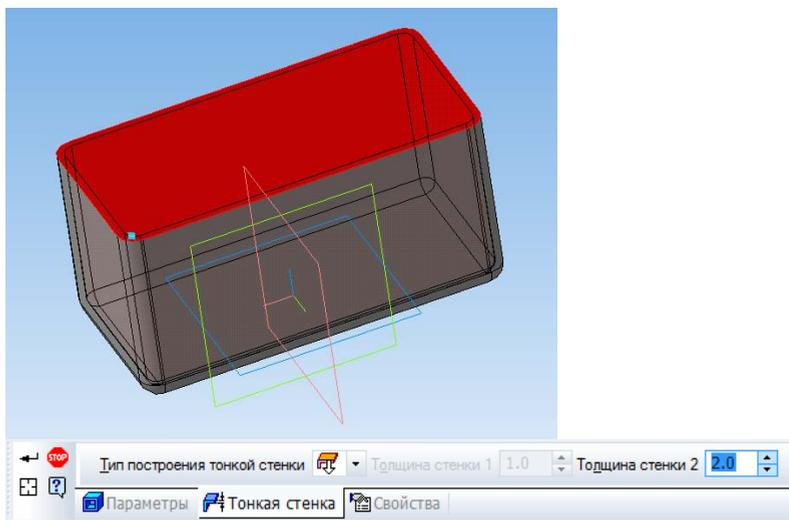

Рис. 2.7. Операция выполнения оболочки
5. Необходимо выполнить оболочку из данной детали толщиной 2 мм. Для этого кликнуть левой кнопкой на верхней грани и нажав кнопку **Оболочка** задать толщину тонкой стенки (рис. 2.7).